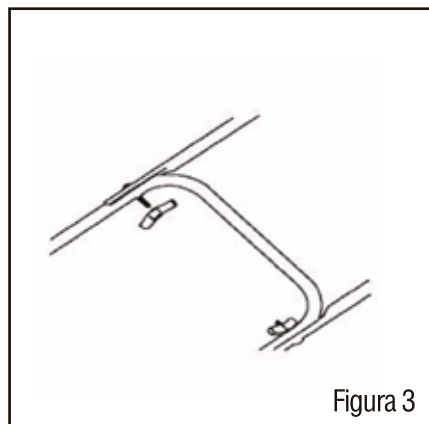

Figura 3
3. Fije la parte superior de la manilla a la parte inferior con tornillos y contratuercas (Figura 3).